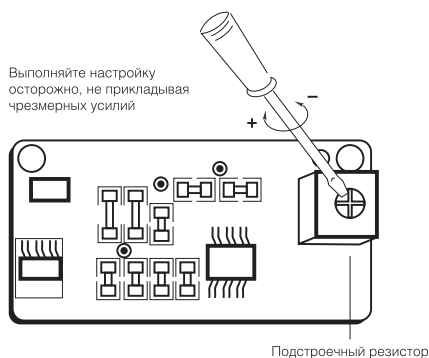

Рис. 5
4. Установите крышку в исходное положение и закрутите крепежные винты (рис. 5).
- Чувствительность инфракрасного датчика можно отрегулировать в соответствии с положением и условиями эксплуатации сушилки. На заводе-изготовителе инфракрасный датчик настраивается на максимальную чувствительность. Если прибор не включается или работает продолжительное время после того, как Вы убрали руки, настройте инфракрасный датчик, поворачивая подстроечный резистор при помощи отвертки, как показано на рис. 5.